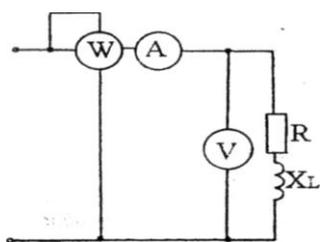

Рисунок 24 – Электрическая схема
**Задача 2.1** На рис. 24 в однофазную электрическую сеть переменного синусоидального тока включены реальная катушка индуктивности, обладающая активным и индуктивным сопротивлениями, вольтметр — V, амперметр - A и ваттметр - W, измеряющие соответственно напряжение U, подведенное к катушке, ее ток I и активную мощность P.